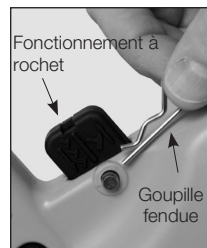

Fig. 1
- Pour un fonctionnement à rochet (plusieurs décharges), régler tel qu'indiqué à la fig. 1.